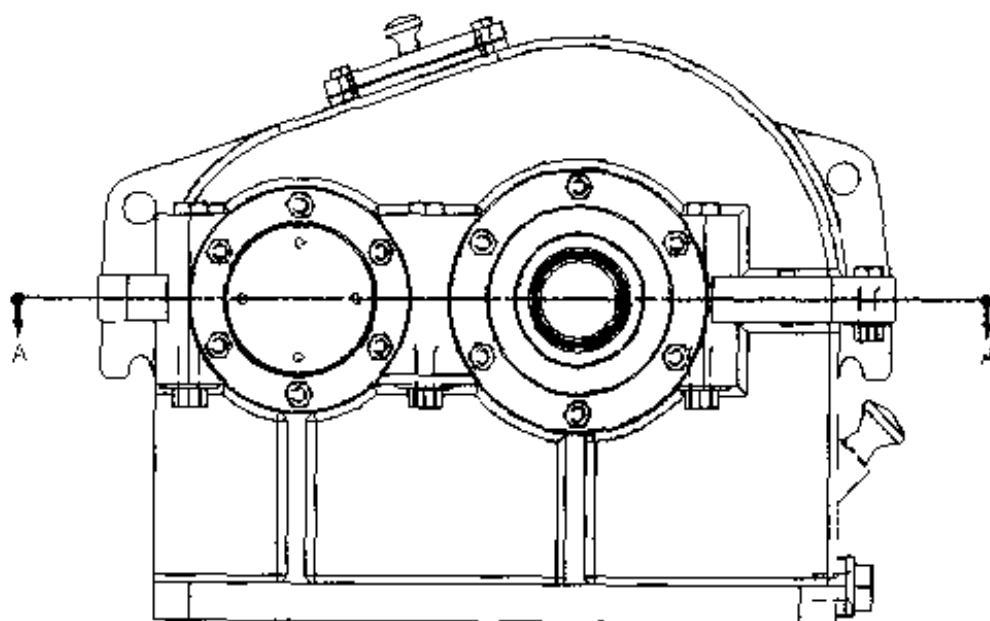

图 3.201 设置剖切位置
- (6) 单击【剖视图】按钮，这时系统会提示自动激活与目前图纸相链接的设计环境，将剖位置定位在主视图的机盖和机座的配合面上，并使箭头向下，如图 3.201 所示。